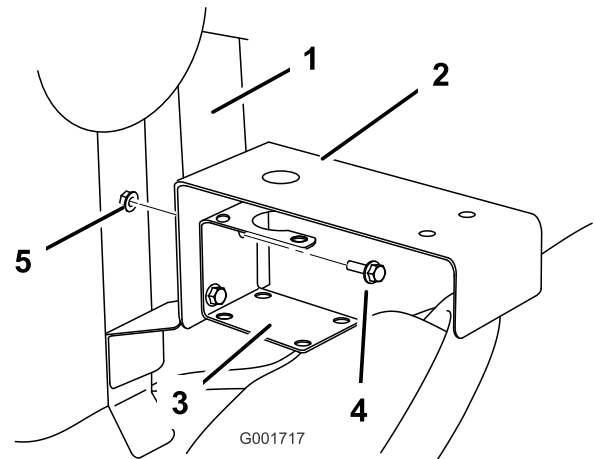

Bild 11
7. Setzen Sie die Regelventilhalterung zwischen die Halterung des Zufuhr-T-Anschlusses und den Befestigungsrahmen mit den vorher entfernten Befestigungen ein (Bild 11).